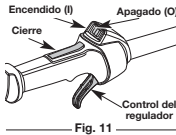

Fig. 11
- NOTA:** No hay necesidad de encender la unidad. El Control de Parada Arranque/ Apagado está en la posición Arranque (I), en todo momento (Fig. 11).
2. Oprima y mantenga oprimido el control de encendido y apagado en la posición de APAGADO (O) hasta que el motor se detenga por completo (Fig. 11).